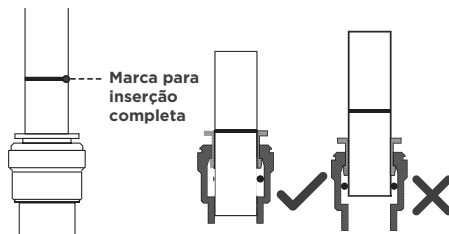

Figure 1
1. Existe uma marca (Fig. 1) na extremidade do tubo que você pode usar para confirmar se o tubo está totalmente inserido na conexão. Empurre o tubo na conexão até atingir a marca no tubo.